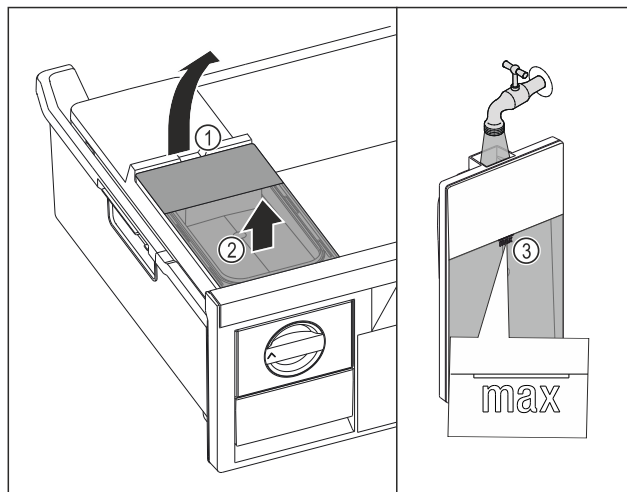

Fig. 124
► Lyft vattenbehållaren i fördjupningen Fig. 124 (1).
► Ta ut vattenbehållaren uppåt. Fig. 124 (2)
► Fyll vattenbehållaren med dricksvatten upp till markeringen Fig. 124 (3).